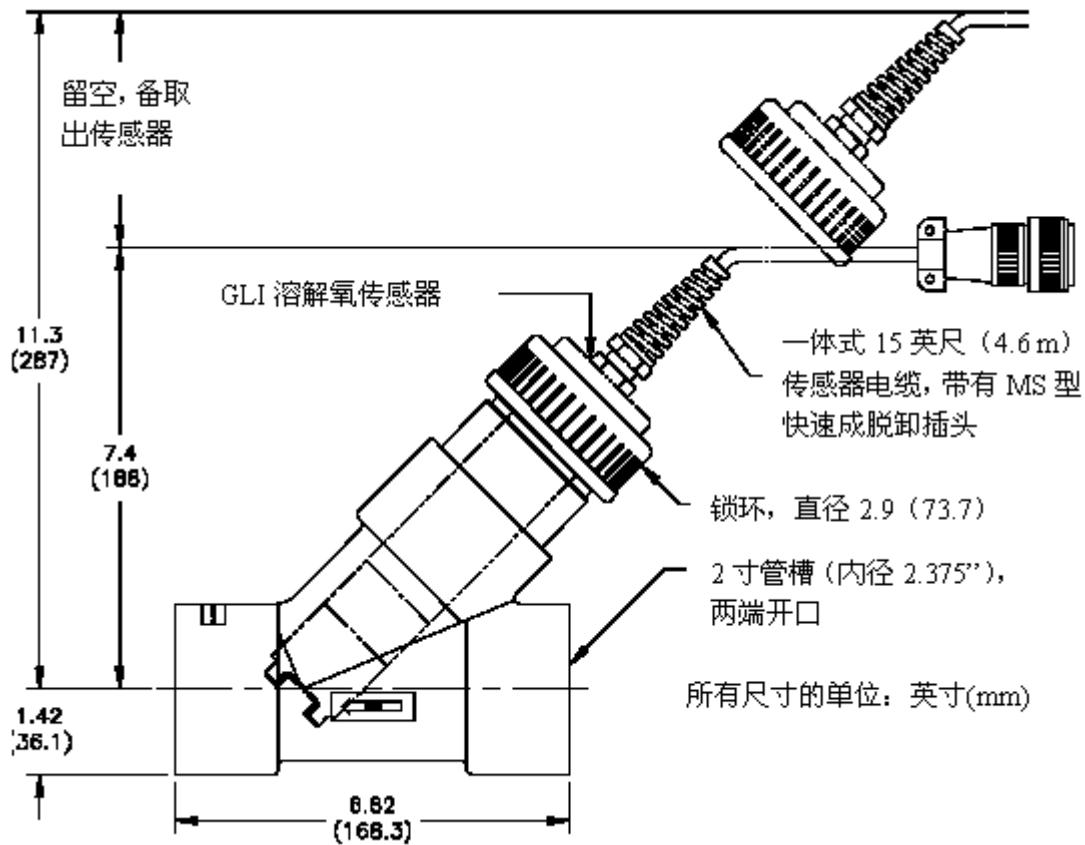

图 2-5 传感器安装——流通池联合安装软件（用于 5500 型系列传感器）
1. 参见图 2-5, 注意三通接头的标签上的流向, 将专门的 2 英寸“Y”型三通安装到流程中去。